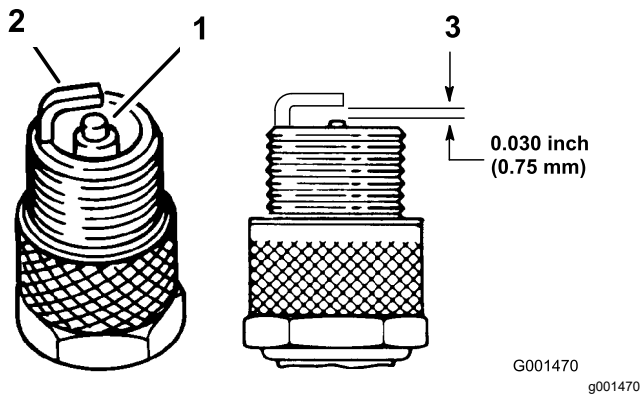

Bild 41
4. Prüfen Sie den Zustand der Seitenelektrode, der zentralen Elektrode und der Isolierung um die zentrale Elektrode, um sicherzustellen, dass nirgendwo Defekte aufgetreten sind (Bild 41).
5. Stellen Sie den Abstand zwischen der mittleren und seitlichen Elektrode auf 0,76 mm ein (Bild 41).